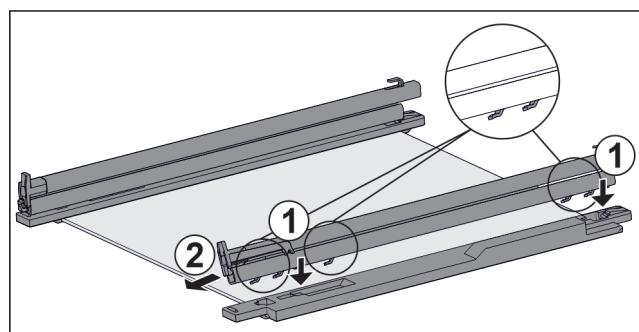

Fig. 154 Staklena ploča s vodilicama i pridržnim dijelovima
- Stavite kuke vodilice na otvore **lijevog** pridržnog dijela. Fig. 154 (1)
- Skinite vodilicu prema naprijed. Fig. 154 (2)
- Stavite kuke vodilice na otvore **desnog** pridržnog dijela. Fig. 154 (1)